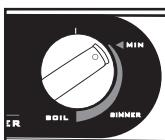

Fig. 6
1. Ponga el control de temperatura en "MIN" (Fig. 6). Ponga el interruptor en "OFF" y desenchufe la unidad.